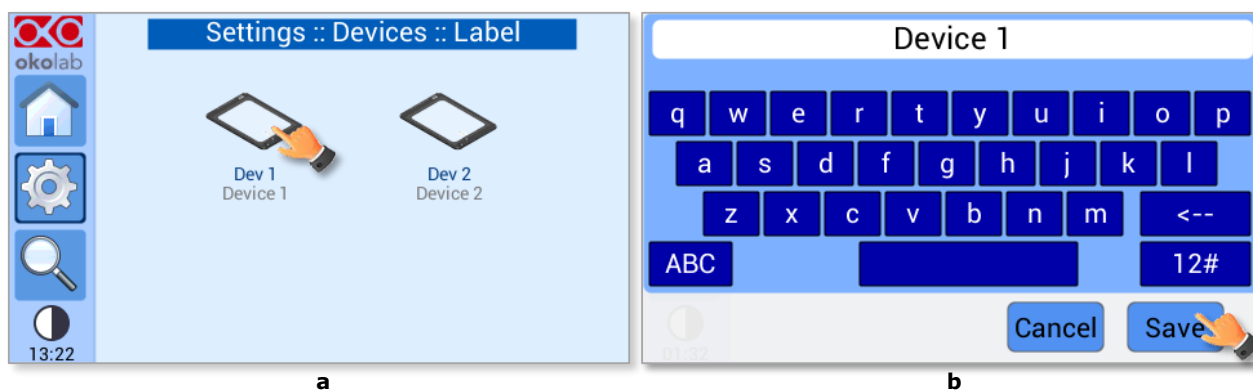

Figura 28. Etiqueta del dispositivo (a) Selección del dispositivo; (b) Introducción de la etiqueta
- 2 Pulse el icono del dispositivo 1 o 2 en la subpágina que se abrirá, como muestra la figura 28(a).
- 3 Introduzca la etiqueta deseada utilizando el teclado emergente, como se indica en la figura 28(b). Presione *Guardar* o *Cancelar* para anular.